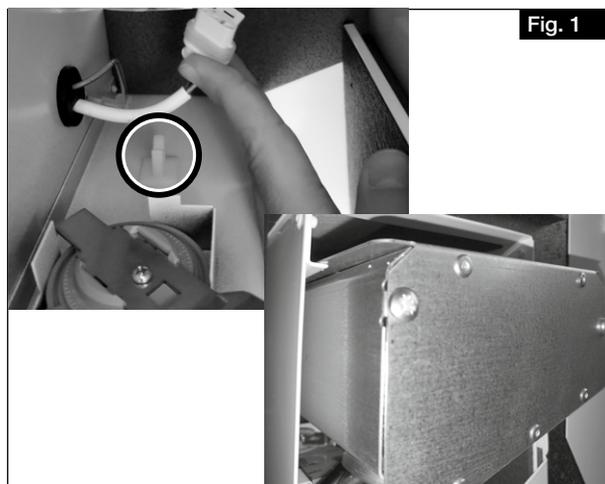
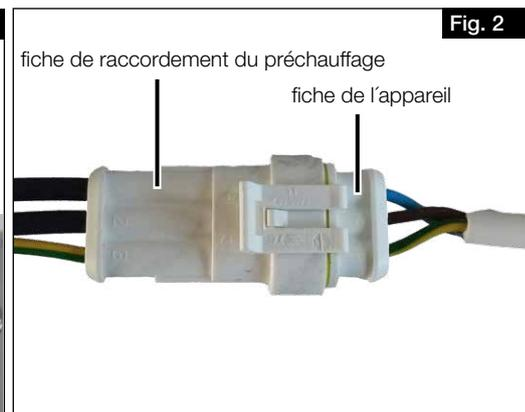

Fig. 1
Fig. 2
1. Retirer la fiche de raccordement du préchauffage du clip vers le haut (voir Fig. 1).
2. Insérer le préchauffage électrique dans la fente de guidage et poussez-le dans le compartiment (voir Fig. 1).
- ① Veiller à ce que le câble de raccordement du préchauffage électrique soit orienté vers le centre de l'appareil et non vers l'extérieur de la centrale.
3. Clipser la fiche de raccordement du préchauffage électrique sur la fiche de l'appareil (voir Fig. 2).
3. Insérer le préchauffage électrique dans le rail de guidage (voir Fig. 1).
- ① **Veiller à ce que le câble de raccordement du préchauffage électrique soit orienté vers le centre de l'appareil et non vers l'extérieur de la centrale.**
5. Clipser la fiche de raccordement du préchauffage électrique sur la fiche de l'appareil (voir Fig. 2).
6. Insérer l'échangeur à contre-courant ❶ dans le rail porteur et le pousser jusqu'à la butée.